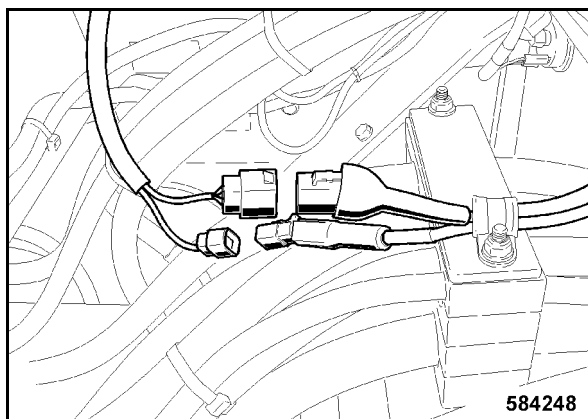

Fig. 193
- Establecer el acoplamiento de enchufes del sistema de aire acondicionado (Fig. 193).